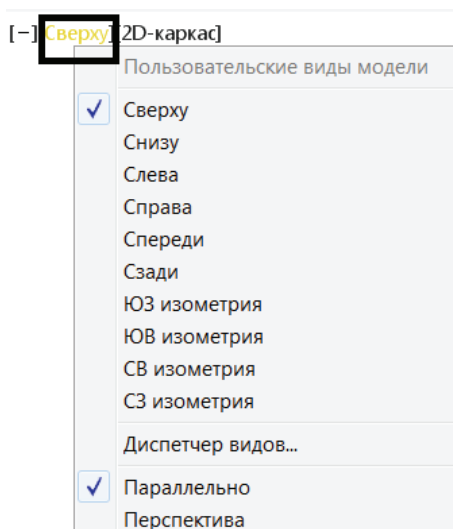

Рис. 1.3.22. Метка **Управление видами**. Список стандартных видов
2. Метка [Сверху] называется **Управление видами** и предоставляет доступ к стандартным и пользовательским видам, а также к 3D-проекциям *AutoCAD* (рис. 1.3.22).